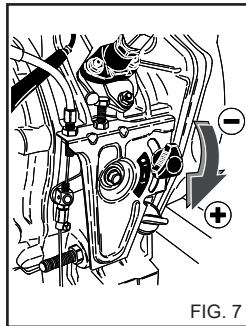

FIG. 7
1) Den Dieselhahn öffnen, d.h. auf ON stellen (Fig. 7).
b) Den Dieselhahn schließen, d.h. auf OFF stellen (Fig. 7).